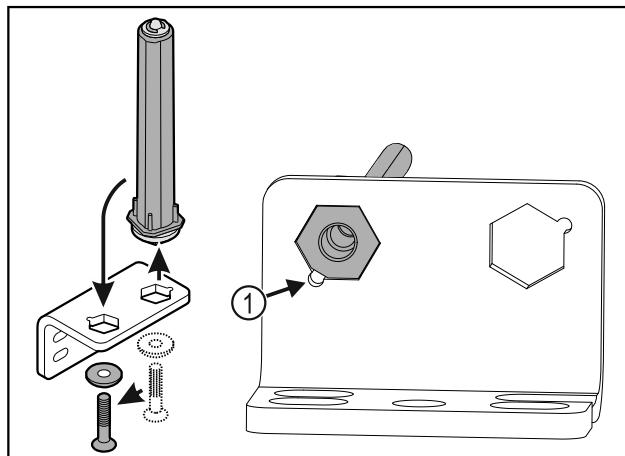

Fig. 39
- Pobrinite se za to da je prilikom umetanja zakoštenje na svornjaku Fig. 39 (1) usmjereni prema okrugloj rupi.